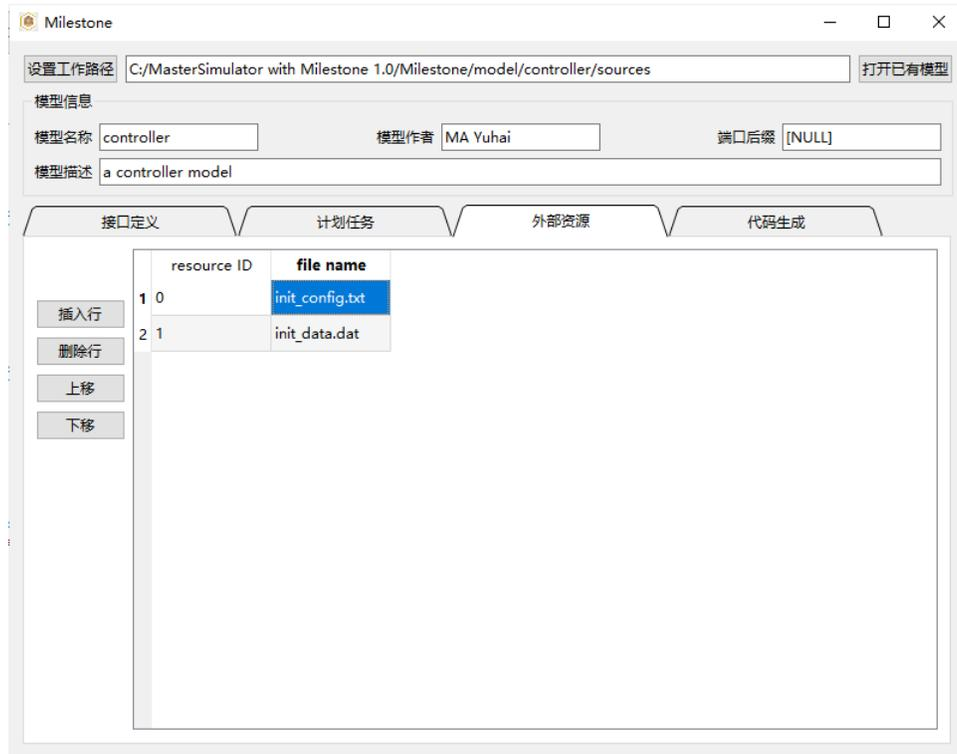

图 4.7: 定义外部资源
- 点击上方标签页，切换至“外部资源”，如图 4.7。其中 `resource ID` 为可选的录入区域，系统会自动从零开始编号；按照表头键入资源文件的文件名（运行时文件需要预先放置到模型的 `resources` 目录）；左侧的编辑按钮可对已经录入的行进行整体编辑。